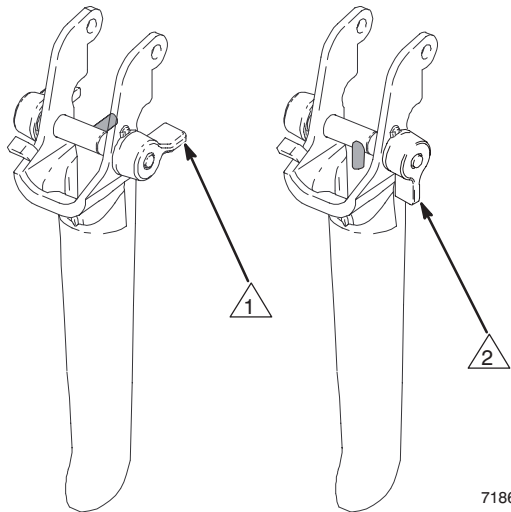

Fig. 5
Une fois enclenché, le verrou de sécurité de gâchette du pistolet l'empêche d'être mis en marche accidentellement. Voir Fig. 5.
4. **Tourner le bouton de pression (64) sur le réglage minimum.**
5. **Déverrouiller la gâchette.** Voir Fig. 5, page 8.